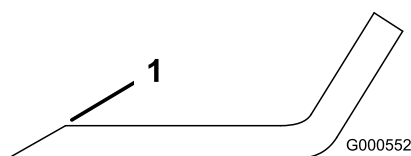

Figure 48
1. Au moyen d'une lime, aiguissez les tranchants à chaque bout de la lame (Figure 48).
Remarque: Si la lame est déséquilibrée, limez un peu l'extrémité de l'ailette seulement (Figure 48).